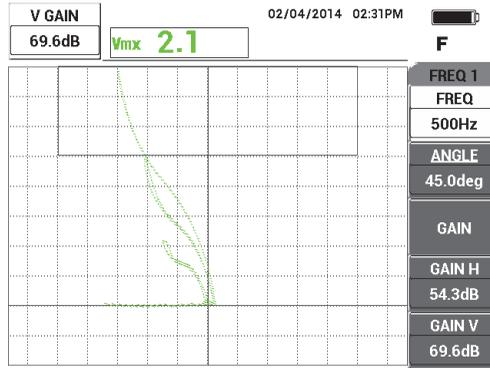

Figure 5-6 Réglage du gain vertical
- Appuyez sur la touche GAIN (**dB**) pour afficher le paramètre **GAIN V** dans le coin supérieur gauche de l'écran, et puis augmentez le gain vertical à l'aide de la molette jusqu'à ce que l'une des encoches atteignent le haut de l'écran. Dans l'exemple de la Figure 5-6 à la page 141, le signal de la plus grande encoche est réglé sur la dernière division verticale, ce qui équivaut à 90 % de la hauteur de l'écran.